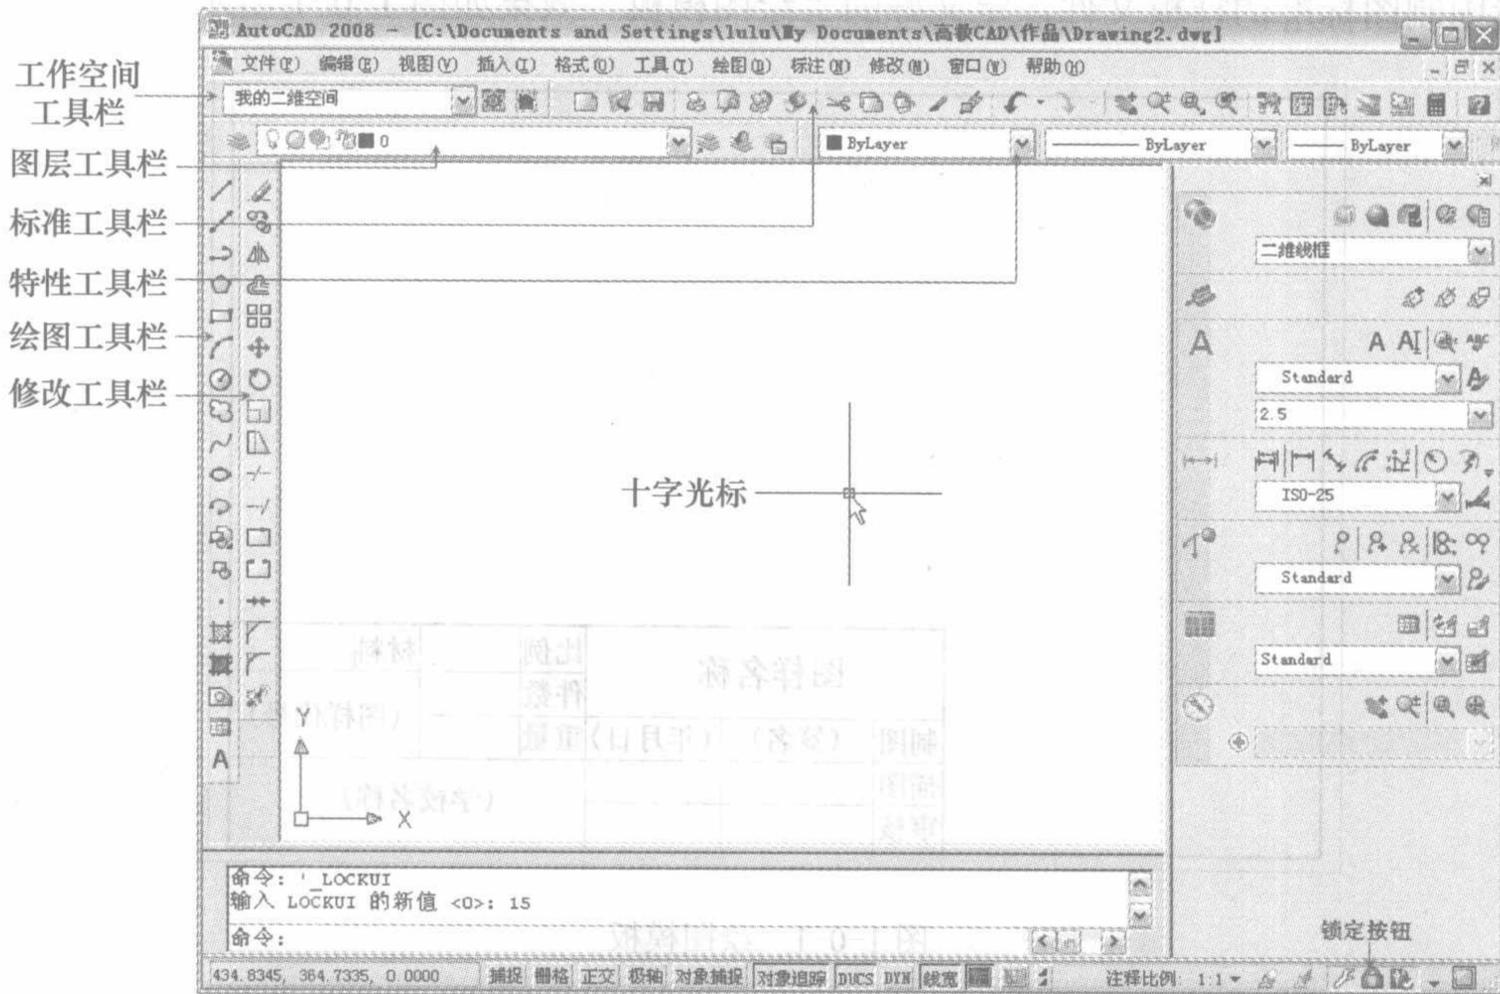

图 1-1-1 定义工作空间
定义工作空间是“创建绘图模板”项目最基本的任务，只有定义好工作空间后，才能更好的进行其他任务的操作，定义“我的工作空间”效果如图 1-1-1 所示。本任务要求根据二维绘图的需要，设置绘图环境、工作空间界面的颜色、十字光标的大小、捕捉标记、自动保存的时间等参数，再将设置好的工作空间保存下来，方便绘图时调用。通过该任务，可以掌握工作空间的设置、保存等基本功能的应用。“定义工作空间”的制作方法如下。
(3) 在顶部的“工作空间”工具栏上单击右键，调出工具栏快捷菜单，在该菜单中单击选中“标准”、“绘图”、“修改”、“图层”和“特性”命令，即可在这 5 个命令的前面显示出一个 ✓ 符号，表示这些命令为使用状态，同时将这 5 个工具栏显示在工作界面中。
(4) 使用上述方法将“标准注释”工具栏关闭，将“标准”工具栏拖曳到“工作空间”工具栏的右侧；将“图层”和“特性”工具栏拖曳到“工作空间”工具栏的下面；将“绘图”和“修改”工具栏拖曳到工作空间的左侧，完成后的效果如图 1-1-1 所示。